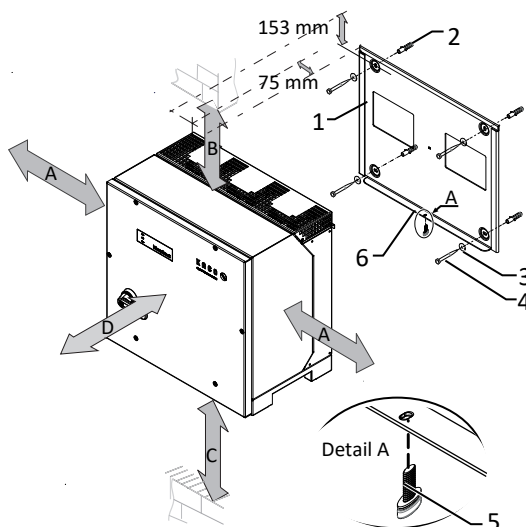

Abb. 16: Mindestabstände für Wandmontage
3. Beiliegende Schraube an der Lasche der Halterung einsetzen und Gerät zur Sicherung gegen Ausheben befestigen [✗ T30 /  2 Nm] ([Siehe Abbildung 16 [▶ Seite 20]]).